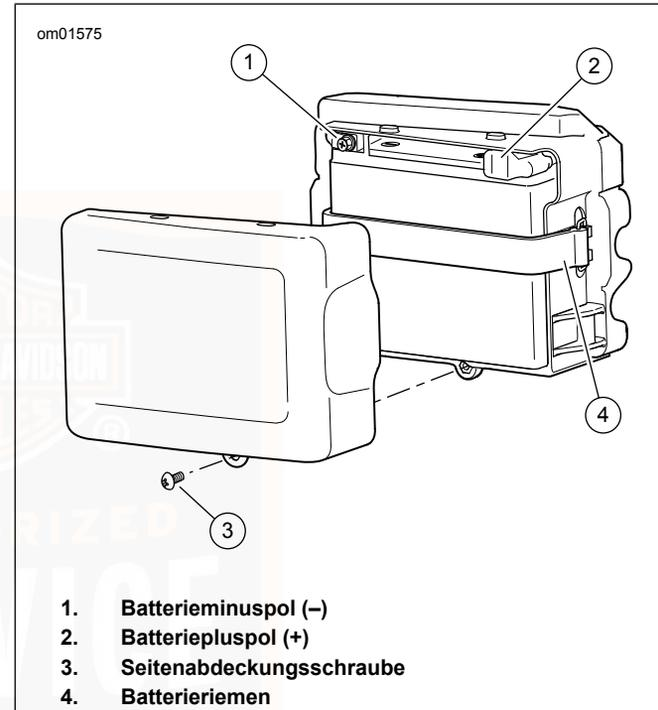

Abbildung 54. Batterie
2. Siehe Abbildung 54. Das Befestigungsteil unter der Batterieabdeckung entfernen.
8. Siehe Abbildung 54. Die Seitenabdeckungsschraube anbringen. Auf ein Drehmoment von 2,26–4,52 N·m (20–40 in-lbs) anziehen.